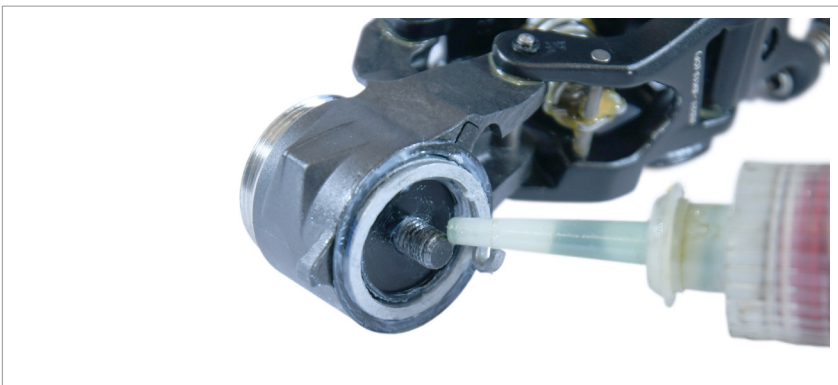

Fig.2
2) Appliquez du « Loctite fort 2701 » (Fig.2) sur l'arbre d'embrayage.